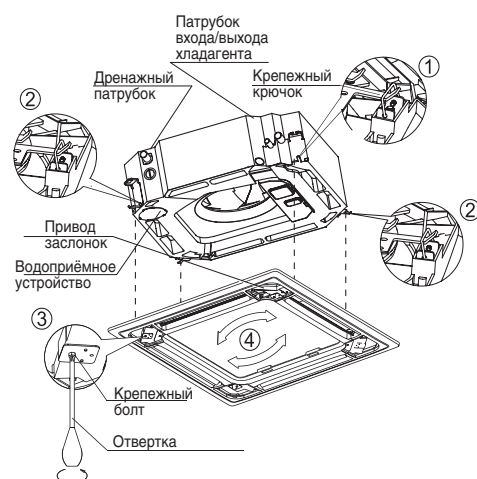

Рис. 5-9
- Расположите декоративную панель таким образом, чтобы угол, где находится привод заслонок совпадал со стороной водоприемного устройства (рис. 5-9)